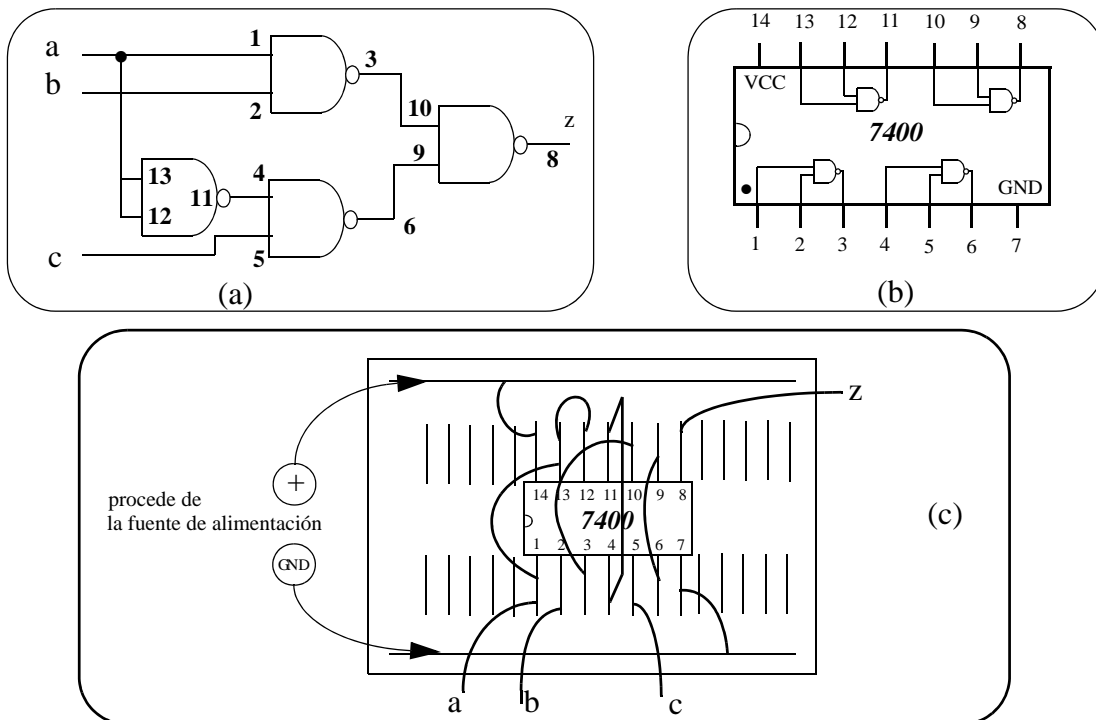

Figura 27: Representación de circuitos: a) estándar con número de pin; b) circuito equivalente del 7400; c) Representación de las conexiones
- f) Asocie cada terminal de su dibujo (forma estándar) al número y *pin* del CI correspondiente (ver Figura 27.a-b para  $z = a \cdot b + \bar{a} \cdot c$ ). Esto es mucho más claro para analizar los circuitos implementados que dibujar los cables sobre la forma aparente del CI (Figura 27.c).